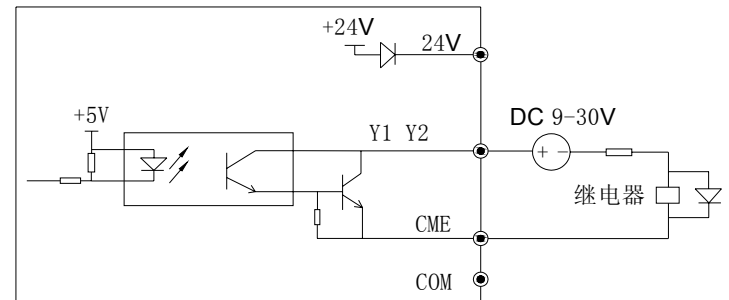

图 2-31 多功能输出端子接线方式2
6) 多功能输出端子Y1、Y2（仅35R5GB/37R5PB及以上）也可使用外部电源，9~30V，接线方式请参见图2-31。